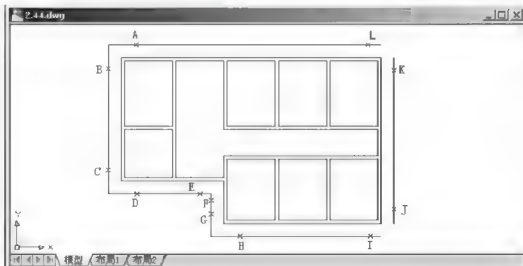

图 2.45 用【圆角】命令修角
② 在选择第二个对象,或按住 Shift 键选择要应用角点的对象: 提示下,拾取散水线 B 处。
(2) 重复执行【圆角】命令,修改 C 和 D 处、E 和 F 处、G 和 H 处,结果如图 2.45 所示。
① 在选择第一条直线或 [放弃(U)/多段线(P)/距离(D)/角度(A)/修剪(T)/方式(E)/多个(M)]: 提示下，拾取图 2.45 中散水线 I 处。
② 在选择第二条直线，或按住 Shift 键选择要应用角点的直线: 提示下，拾取图 2.45 中散水线 J 处。